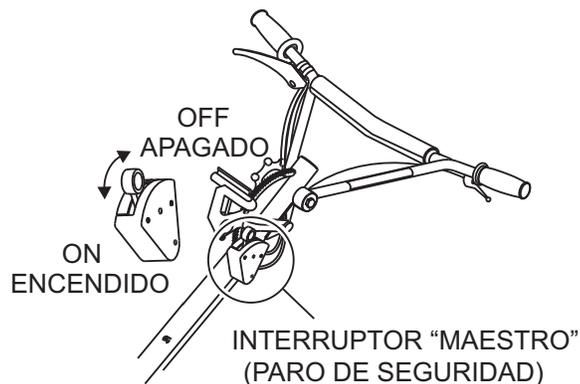

Figura 25. Interruptor "maestro" centrífugo
2. Coloque el **interruptor "maestro" centrífugo** (Figura 25) en la posición "ON" "ENCENDIDO". Para modelos que usan esta característica.